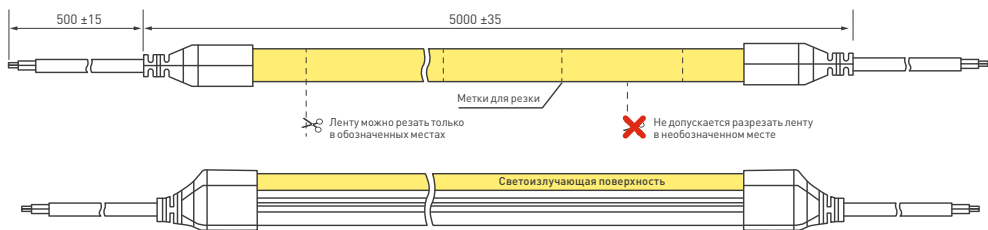

Рис. 1. Габаритные размеры ленты
- 3.2. Отрежьте ленту нужной длины. Разрезать ленту можно только в обозначенных местах (см. рис. 1). Рекомендации по резке содержатся в Приложении. Установите глухую заглушку из комплекта заглушек (арт. 029423) на конец отрезка на нейтральный силиконовый герметик (арт. 028100). Заглушки, коннекторы для подключения и герметик приобретаются отдельно.